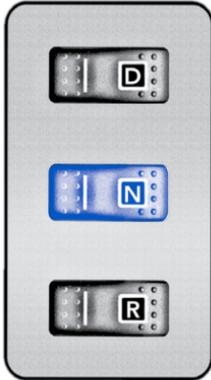

Figure 15 - Sélecteur de vitesse
1. Appuyer sur la pédale de frein et mettre le véhicule au point mort en appuyant sur le bouton-poussoir «**N**» sur le sélecteur de vitesse (**Figure 15**).